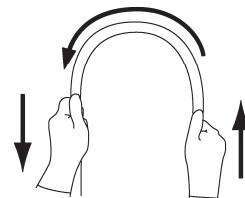

図1
- 4.挿入部を両手で持ち、全長にわたって図1に示すように順次半円の頂点をすらすらと曲げたときに、適切な軟らかさを有しており、軟らかさが不連続になっているなどの異常がないこと。